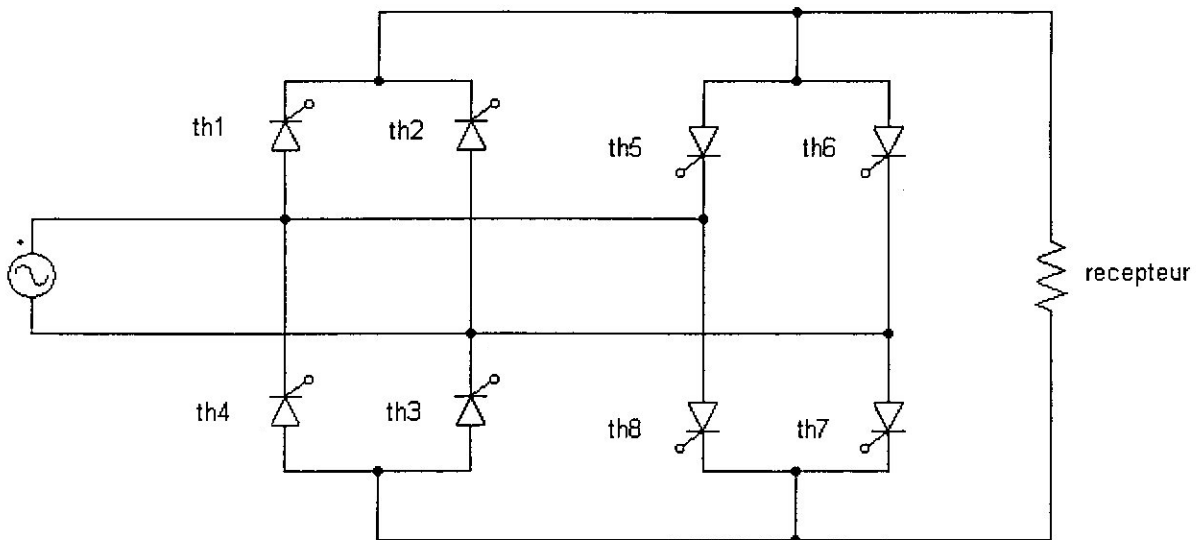

Figure 1
2. On considère le schéma de la figure 1, représentant un cycloconvertisseur élémentaire monophasé alimenté en 50 Hz.